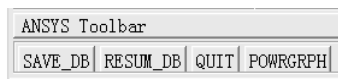

图 2-176 工具条
(6) 单击操作界面左上角处的“SAVE\_DB”按钮(见图 2-176),保存文件。